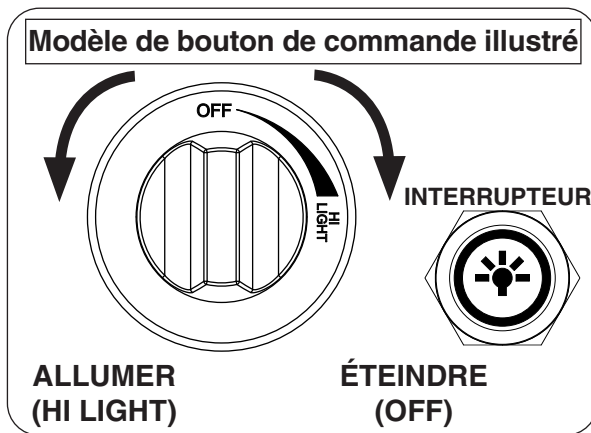

Fig. 54-3 Détail du panneau de commande
Cette touche (et toute la télécommande) ne fonctionne que lorsque le commutateur d'éclairage situé sur le panneau de commande de l'appareil est en position ON. Le commutateur d'éclairage s'allumera lorsqu'il est allumé. Voir Fig. 54-3.
1. Appuyez sur le commutateur d'éclairage (côté vanne de l'appareil) en position ON. L'interrupteur d'éclairage s'allumera quand. Voir Fig. 54-3.